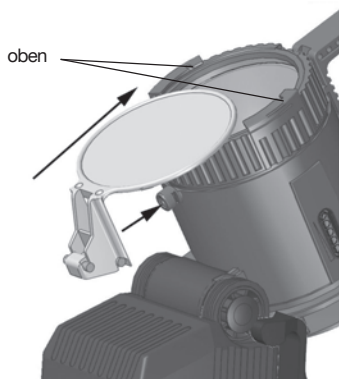

Bild 2 Scheibe einföhren
2. Batteriegehäuse (Bild 2)
Zur Erhöhung der Standfestigkeit des Handscheinwerfers kann ein Schieber am Boden der Leuchte nach hinten herausgezogen werden (Bild 2, Pos. 1).
Zum Einsetzen der Scheibe auf den Leuchtenkopf den Verschraubungsring zur Fokussierung so drehen, dass die Markierungsnut unter dem Traggriff steht (Bild 2, "oben").
Dann kann die Vorsteckscheibe bei abgeschwenktem Leuchtenkopf von unten (Bild 2) in die Scheibenhalterung eingesteckt werden. Der Stützfuß der Vorsteckscheibe muss dann die Hülse der unteren Befestigungsschraube komplett abdecken.
2. Schieben Sie den Schieber unter dem Batteriegehäuse soweit zurück, bis die Sechskantschraube in der Bohrung des Schiebers sichtbar wird. (Bild 2, Pos. 1)
4. Lösen Sie die blaue (-) und die gelbe (+) Batterieladeleitung (Bild 2, Pos.3a/b) sowie die Steckverbindung (Bild 2, Pos.4) und entnehmen Sie die Batterie.
5. Setzen Sie die neue Batterie ein und schließen Sie die Leitungen polrichtig an. Blaue (-) (Bild 2, Pos.3a) und die gelbe (+) Batterieladeleitung (Bild 2, Pos. 3b)